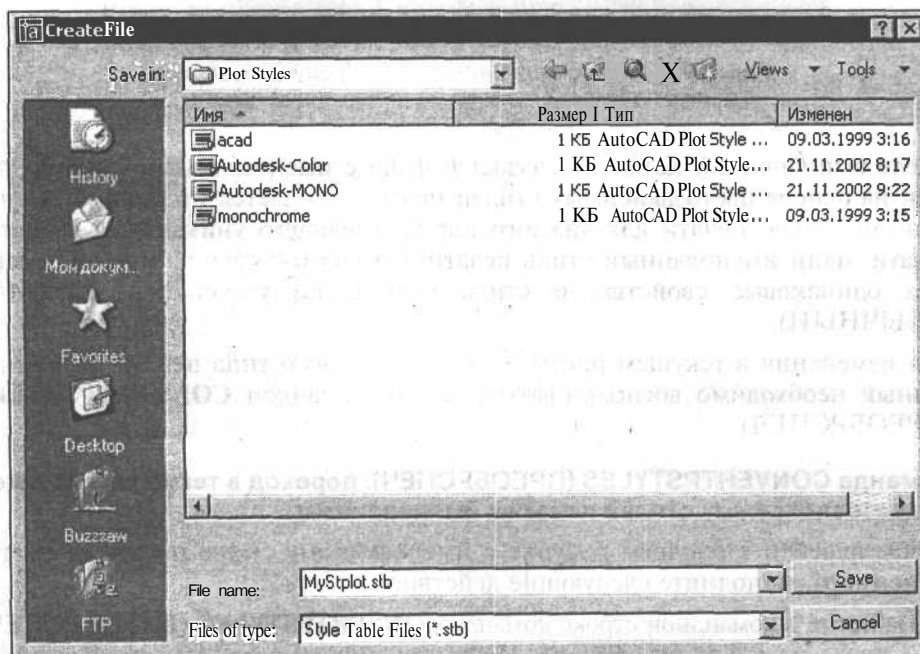

Рис. 19.5. Диалоговое окно для настройки сохранения преобразованной таблицы печати
3. Появится диалоговое окно **Create File** (Создание файла) (рис. 19.5), в котором при необходимости откройте папку для размещения создаваемого файла и присвойте ему новое имя. Можно воспользоваться папкой и именем, предлагаемым программой по умолчанию.